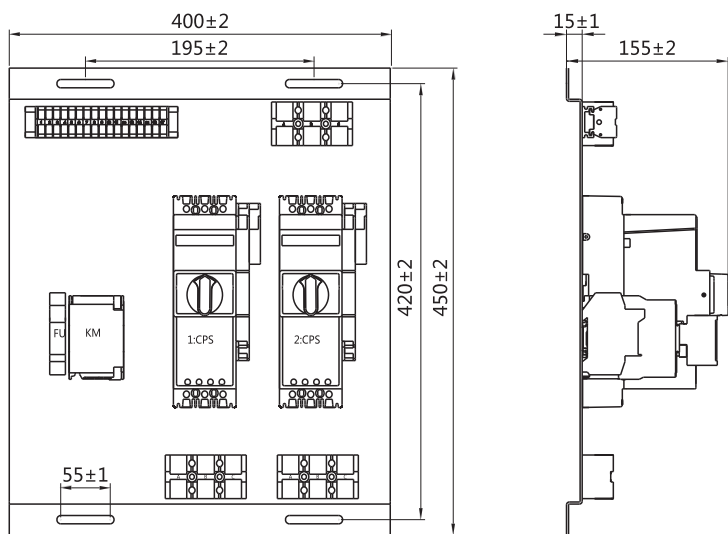

图1 C框架CPSD系列双速控制器成套单元外形及安装尺寸
5.1 C框架CPSD系列双速控制器成套单元外形及安装尺寸见图1
5.1 C框架CPSJ系列双速控制器成套单元外形及安装尺寸见图1